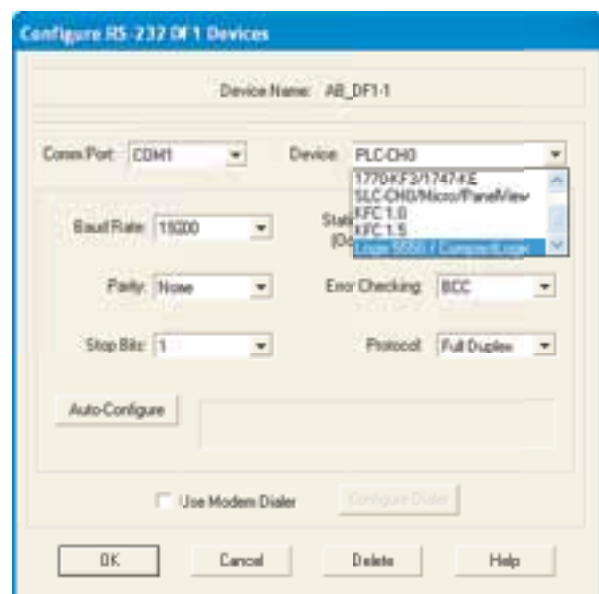

Figure 4.3.21e Configuration des dispositifs RS-232 DF1
3. Cliquez sur «Ajouter nouveau» et saisissez un nom de pilote approprié dans la fenêtre popup qui s'affiche. Cliquez sur «OK». La fenêtre «Configurer dispositifs RS-232 DF1» s'ouvre (figure 4.3.21e).